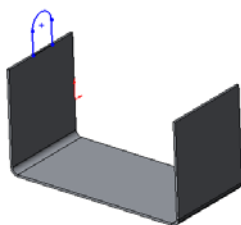

图 7-11 绘制草图
- (3) 在选择的基准面上绘制草图,如图7-11所示。然后单击“退出草图”图标,生